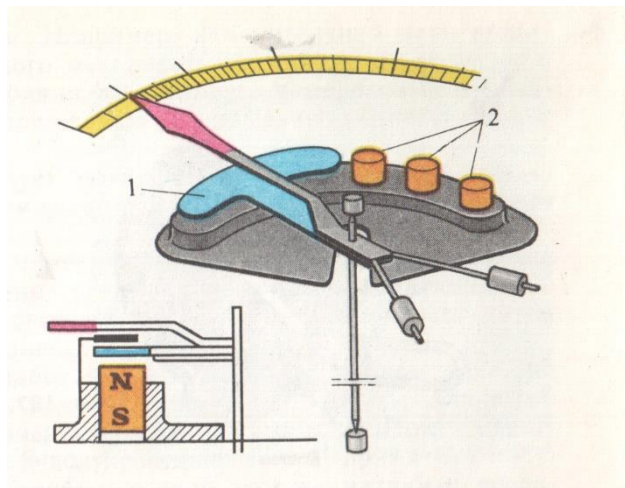

рис.9
19. Обозначьте позиции магнитоиндукционного успокоителя рис.9 и укажите его назначение.